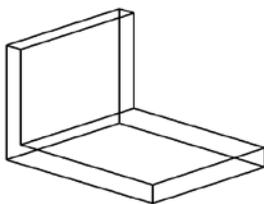
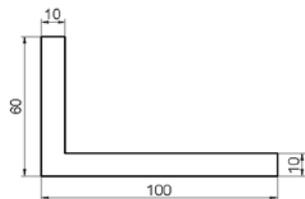

图 17.11.2 三维拉伸实体对象
图 17.11.3 封闭的二维图形
Step2. 创建图 17.11.2 所示的三维拉伸实体对象。
(1) 切换图层。在“图层”工具栏中, 选择“轮廓线层”图层。
(2) 绘制一般的二维图形。选择下拉菜单 **绘图(D)** → **直线(L)** 命令, 绘制图 17.11.3 所示的封闭的二维图形。
(3) 将封闭的二维图形转换为面域。选择下拉菜单 **绘图(D)** → **面域(A)** 命令, 框选上一步绘制的整个封闭的二维图形, 按 **Enter** 键结束选择。
(4) 将二维面域拉伸成三维实体。选择下拉菜单 **绘图(D)** → **建模(M)** → **拉伸(E)** 命令; 选取步骤 (3) 中创建的面域作为拉伸截面, 按 **Enter** 键结束选择; 在命令行中输入拉伸高度值 80 后按 **Enter** 键。
Step3. 启动三维动态观察器查看并旋转三维实体。选择下拉菜单 **视图(V)** → **动态观察(O)** → **自由动态观察(F)** 命令, 系统进入三维查看模式; 在观察器中, 按住鼠标左键不放, 左右、上下拖动光标, 可以查看到三维实体的三维图形; 将三维实体调整到图 17.11.2 所示的方位; 按 **Enter** 键退出三维动态观察器。